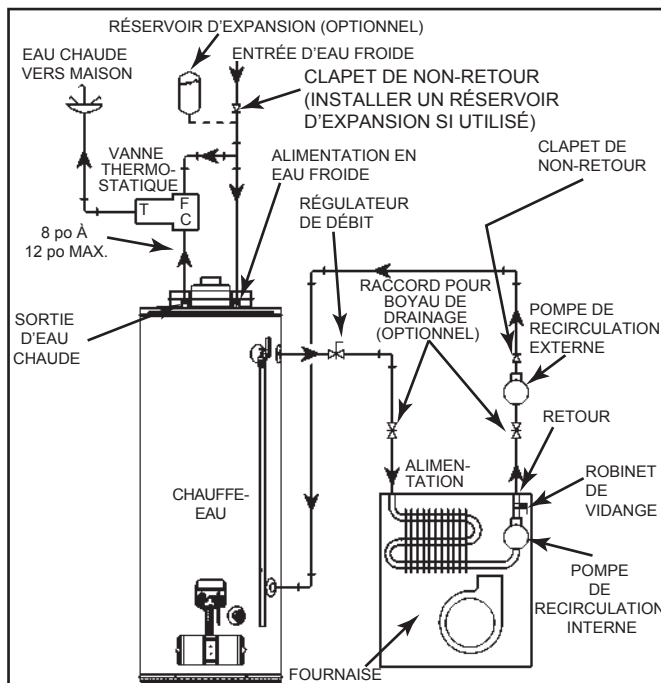
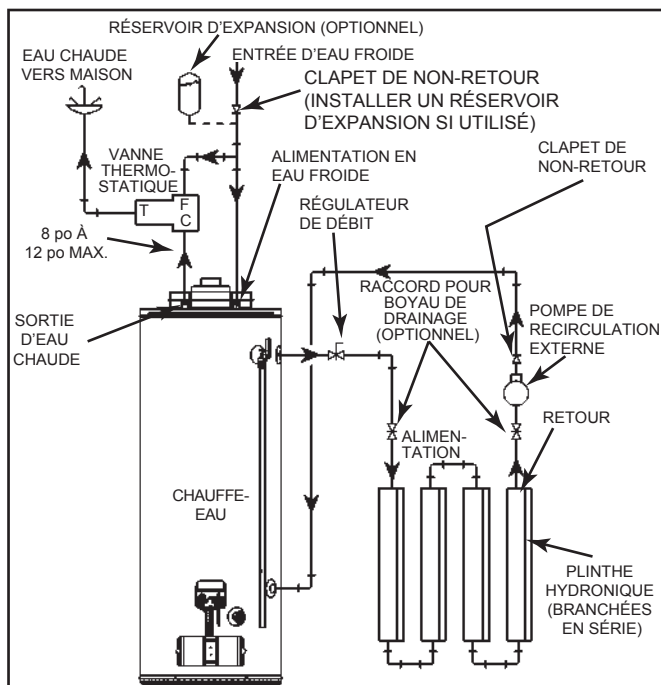

Figure 11
Figure 12
8. Les systèmes de chauffage combiné fonctionnent à une température plus élevée que les systèmes réguliers. Dans ce cas, il faut prendre certaines précautions, comme installer une vanne thermostatique sur la canalisation d'alimentation en eau chaude, afin de réduire la température de l'eau du système et ainsi réduire les risques d'ébullition (voir Figure 11 et Figure 12).
- A. Une fournaise munie d'un échangeur d'air approprié (Figure 11).
- B. Une boucle de chauffage avec plinthe hydronique à ailettes ou chauffage radiant sous le plancher (Figure 12).